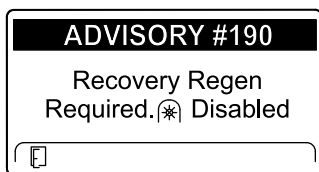

図 70
- リカバリ再生が必要です PTO が無効化されました アドバイス番号 190 図 70